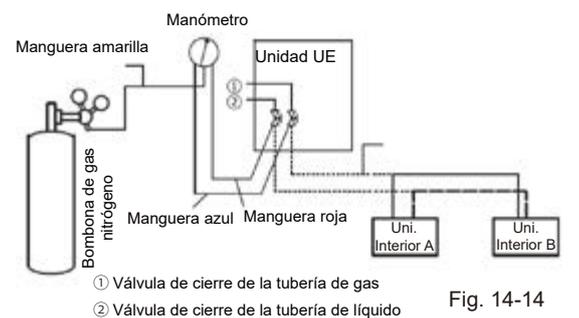

Fig. 14-14
4. Utilice tapones ciegos para bloquear todas las aberturas del lado del líquido (gas), excepto la abertura de la unidad interior más alejada de las unidades exteriores ("Unidad interior A" en Fig.14-14).